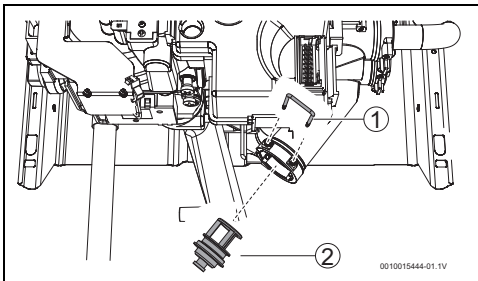

Fig. 10 Svuotamento
- ▶ Svuotare l'apparecchio (→ fig. 10).